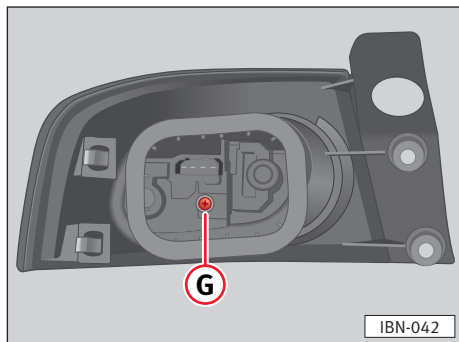

Abb.164
- Die Schraube ⇒ Abb.164 ⓐ herausdrehen.